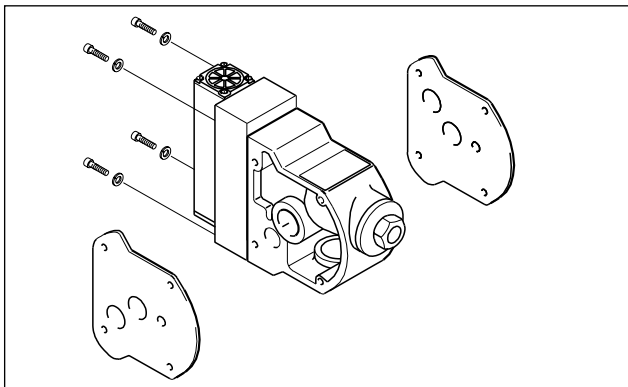

Fig. 18: Montaggio della valvola di comando esterna
- Svitare le quattro viti di fissaggio dal blocco di comando. A questo punto è possibile estrarre l'intera valvola di comando dal blocco. Ciò è possibile anche senza dover smontare precedentemente la pompa. (Fig. 18).